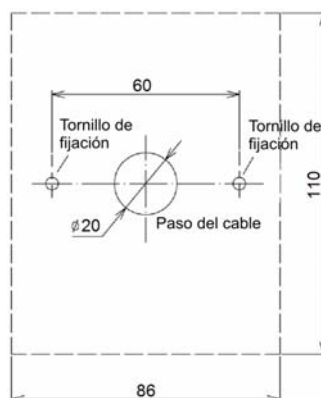

Fig.1
2. Efectúe 3 agujeros en la pared (Fig.1), uno para el cable y dos para los tornillos de fijación. Si es necesario utilice los tacos.